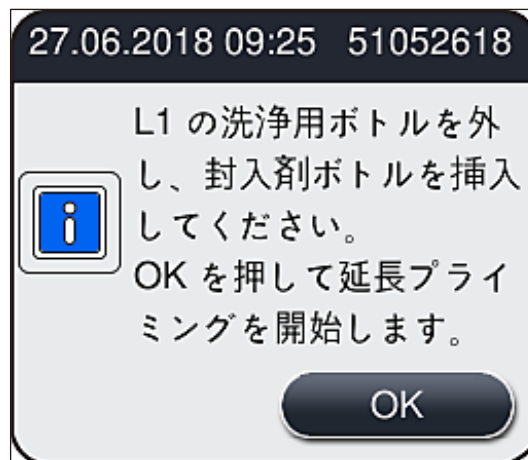

図 105
- » その後、洗浄試薬ボトルを装置から取り外し、封入剤の入った新しいボトルを挿入するようオペレーターに促すメッセージが表示されます。ボトルを挿入した後に、情報メッセージ (→ 図 105) をはいて確認します。洗浄試薬ボトルの内容物は、検査室安全規定に従って廃棄してください。